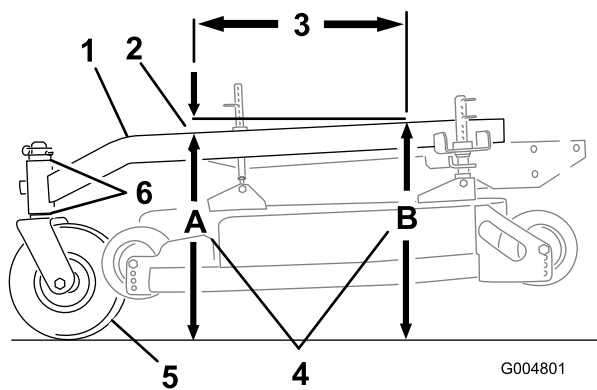

Figure 63
L'inclinaison avant/arrière du bâti porteur doit être comprise entre 3 mm (1/4") et 9 mm (3/8") sur 61 cm (24") de sa longueur (Figure 63).
- Mesurez 61 cm (24") sur le bâti porteur (Figure 63).
- Mesurez la hauteur du bâti porteur au point **A** (Figure 63).
- Mesurez la hauteur du bâti porteur au point **B** (Figure 63).
- La hauteur au point **A** doit être inférieure de 6 à 10 mm (1/4 à 3/8") par rapport au point **B** (Figure 63).
- Si ce n'est pas le cas, déplacez les entretoises des roues pivotantes de manière à obtenir l'inclinaison voulue de 6 à 10 mm (1/4 à 3/8") (Figure 63). Déplacez les entretoises en haut ou en bas pour corriger l'inclinaison.